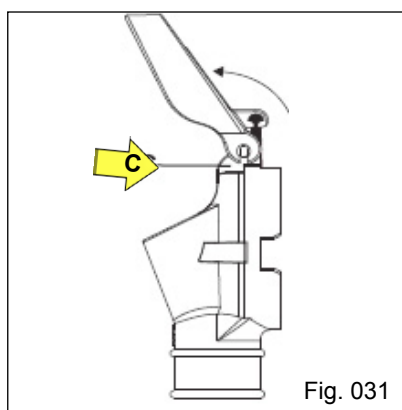
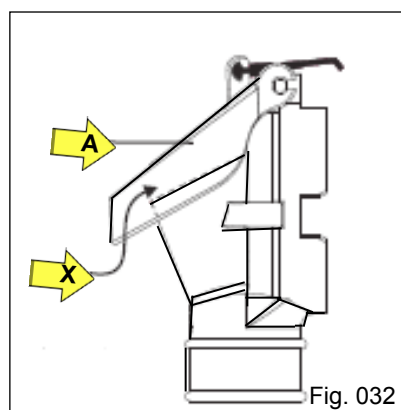

Fig. 031
Fig. 032
b) Introduza a tampa até o final do canal e faça o giro da mesma (Fig. 031), observando a mesma posição nos dois lados dos pinos do bocal. Após gire até o batente “X” da face superior do bocal (Fig. 032).